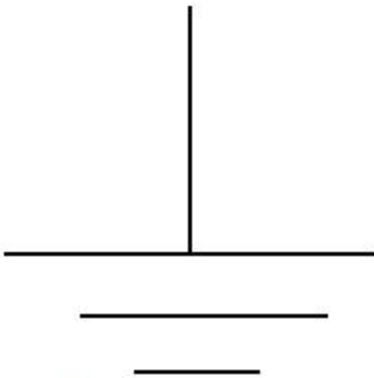

图9-44 插入块
- 01 调用I【插入】命令，弹出【插入】对话框，选择【接地】图块，将其插入至当前图形中，如图9-44所示。